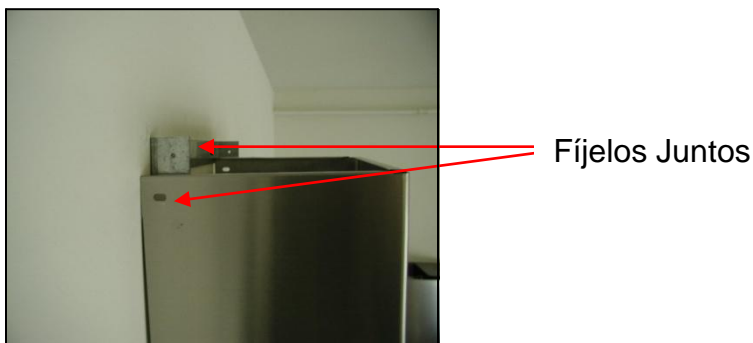

Figura 29
7. Ajuste la altura de la cubierta interna de conductos al soporte de montaje de la cubierta de conductos. Asegure la cubierta interna de conductos con dos tornillos de (4x8 mm) (incluidos) como se muestra en la Figura 29.